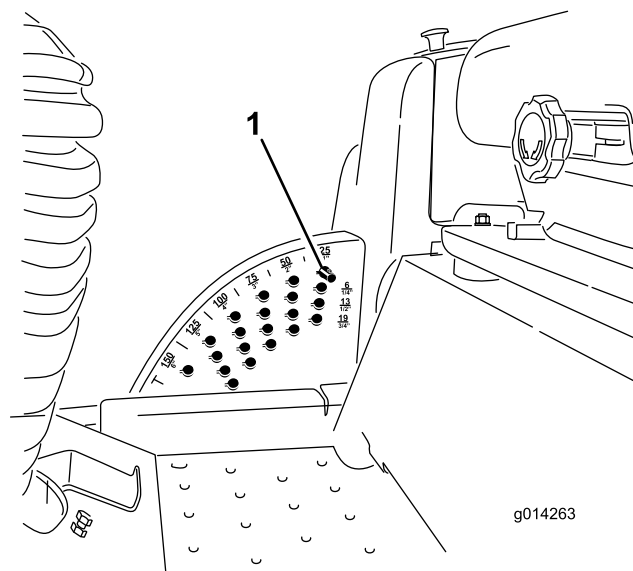

図 16
注 デッキを上昇位置にロックするには、上昇位置からさらに 15 cm 上昇させ、刈高ストップピンを抜いて刈高の調整の項を参照、刈高 15 cm インチの穴に通します(図 16)。
1. エンジンが回転している状態で、デッキ昇降スイッチの後側を押し、デッキが完全に上昇したら **直ちにレバーから手を離す**(図 16)。
2. ストップピンについているロールピンを回してピンと刈高設定穴のスロットとが整列したところでピンを抜き取る(図 16)。
3. 刈高ブラケットについている穴から、希望する刈高に対応する穴を見つけ、その穴にピンを通し、ピンを回してロックする(図 16)。
注 刈高設定穴は、扇形の外周に一番近い段から全部で4段列あります(図 16)。外周側の列は、外周部に刻印されている通りの刈高の穴です。2 列目の穴は、それぞれ 1 列目プラス 6 mm の刈り高となります。3 列目の穴は、それぞれ 1 列目プラス 12 mm の刈り高となります。一番下の列の穴は、それぞれ 3 列目プラス 18 mm の刈り高となります。刈高 152mm だけは例外で、2 列目のはずれにあります。この穴にセットすると刈高 152mm となります 6mm アップにはなりません。